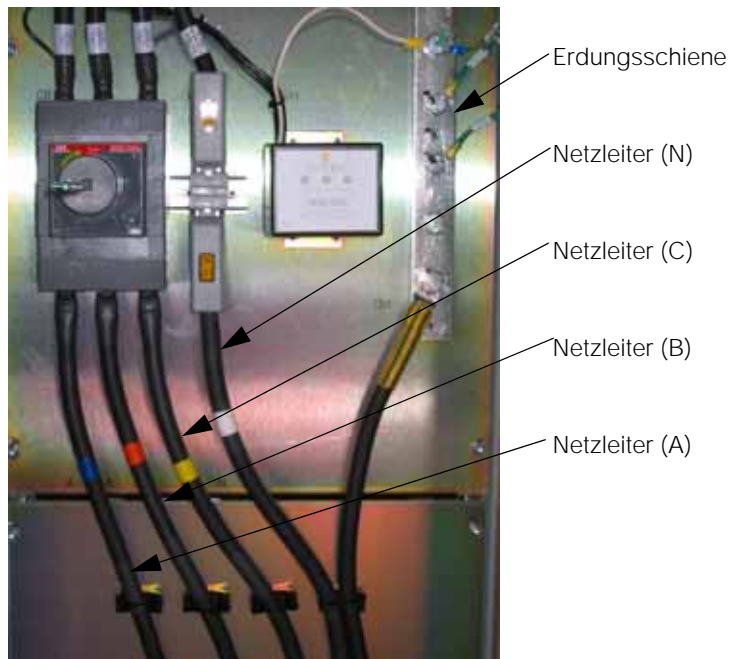

Abbildung 3-8 Netzkabelführung
Die Netzleiterklemmen befinden sich im Gehäuse (A, B, C und N). Für die Klemmen werden Quetschringverbindungen oder ein Kabelschuh benötigt. Die Lage dieser Klemmen finden Sie in Abbildung 3-8 auf Seite 3-11.
2. Verbinden Sie die Kabel mit den jeweiligen Klemmen am AC-Hauptschalter. Siehe dazu Abbildung 3-8.
2. Führen Sie das Erdungskabel durch die untere Kabelführung, und verbinden Sie das Kabel mit der Erdungsanschlussleiste TB1. Siehe dazu Abbildung 3-8.